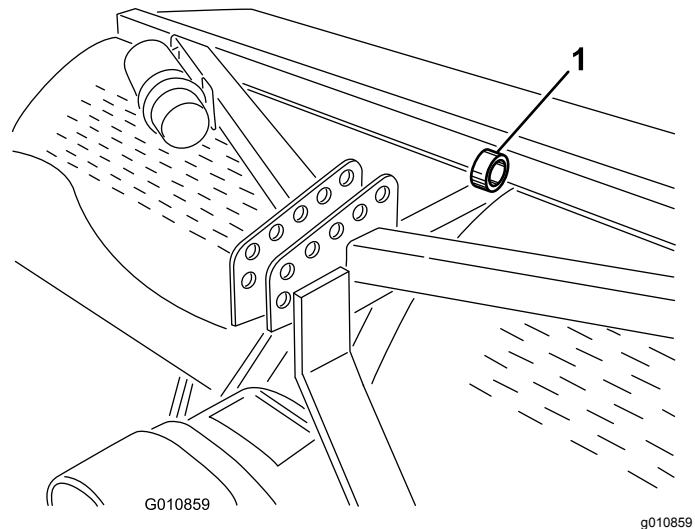

图43
**注意** 您可以使用起重机提起打孔机。用打孔头孔眼作为起重机连接点图43。确保起重机具有足够的提升能力。请参阅规格(页码 21)。